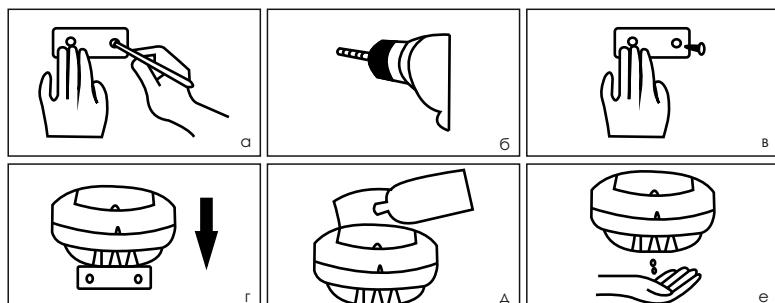

Рисунок 2
3. Поместите руку под прибор (5–10 см.). Включится подсветка синего цвета, определяющая зону правильного расположения рук для срабатывания ИК-датчика и выдачи средства. При выдаче средства будет произведен звуковой сигнал и загорится световой индикатор на корпусе. При первом использовании необходимо несколько раз поднести руку к сенсору, прежде чем появится средство (Рисунок 2е).
1. Приложите установочный шаблон к выбранному месту на стене (Рисунок 2а).
2. Просверлите два отверстия диаметром по 5 мм и вставьте в отверстия дюбели (Рисунок 2б).
3. Прикрутите установочную пластину к стене (Рисунок 2в).
4. Поместите 4 батарейки в отсек для батареек тип АА с учётом полярности. Установите дозатор на монтажную пластину (Рисунок 2г).
5. Откройте крышку корпуса и наполните контейнер необходимым средством(Рисунок 2д).